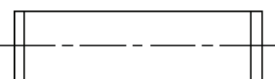

图 4-62 偏移直线
4) 偏移处理。单击“修改”工具栏中的“偏移”按钮，将两条垂直直线分别向内偏移“1”，结果如图 4-62 所示。